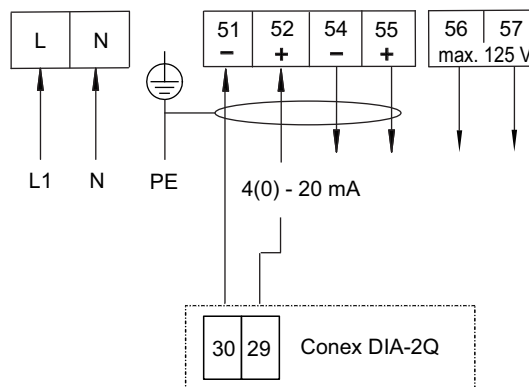

Fig. 18 Diagramme de connexion des bornes Conex® DIA-2
2. Procéder aux raccordements électriques selon le schéma de connexion, voir fig. 18.